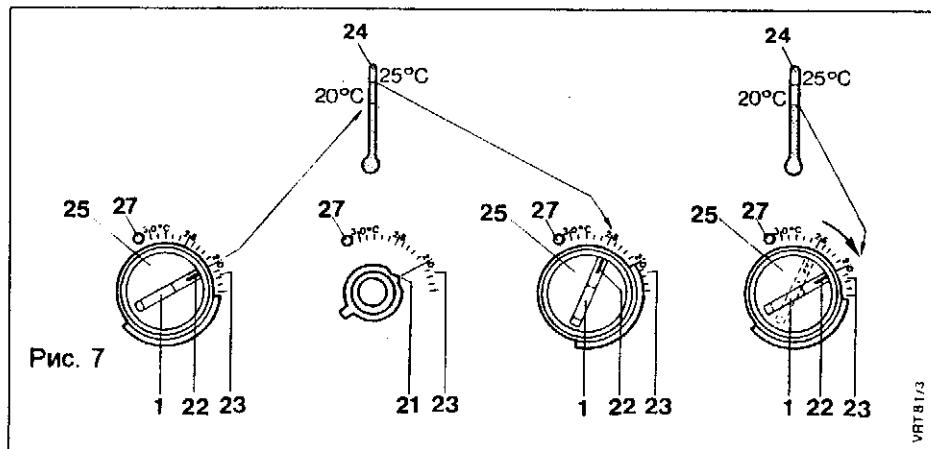

Рис. 7
#### 12.2 Согласование показаний переключателя температуры (рис. 7, стр. 9) с показанием комнатного термометра
[В качестве примера на рис. 7 переключатель дневной температуры (1, рис. 1) установлен на 20° C – комнатный термометр показывает 25° C]
**Вернуть кнопку** (25) в исходное положение [на рис. 8b: 25° С]. Если кнопка (25) не представлялась указанным в разделе 12.2.2 способом, то острие стрелки и маркировка (21 и 22 на рис. 7) будут стоять друг над другом.
**Приподнять ограничительные пружины** (26a и 26b) и ввести в пазы кнопки (25) при фиксируемом температурном значении шкалы так, чтобы между ограничительными пружинами один паз остался свободным.
**Вернуть кнопку** (25) в исходное положение [на рис. 9: 20° С]. Если кнопка (25) не представлялась, как описано в разделе 12.2.2, то кончик стрелки и маркировка (21 и 22 на рис. 7) будут стоять друг над другом.
ограничительный упор (см. рис. 7)